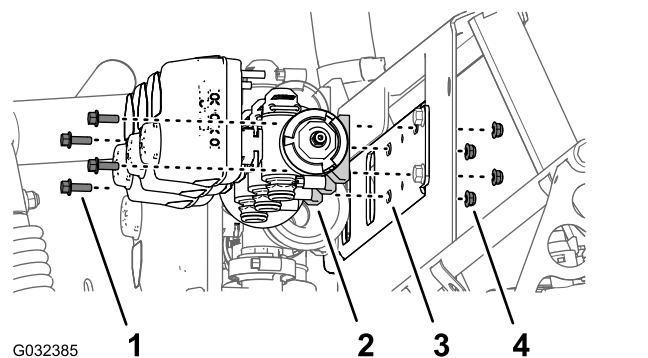

Figura 60
2. Retire os 2 parafusos de cabeça flangeada (1/4 x 3/4 pol.) e as 2 porcas de bloqueio (1/4 pol.) que prendem a válvula da secção da rampa esquerda à montagem do coletor (Figura 60).
3. Retire as válvulas da secção da rampa da montagem do coletor e coloque-as de parte (Figura 60).
1. Retire os 2 parafusos de cabeça flangeada (1/4 x 3/4 pol.) e as 2 porcas de bloqueio (1/4 pol.) que prendem a válvula da secção da rampa direita à montagem do coletor (Figura 60).